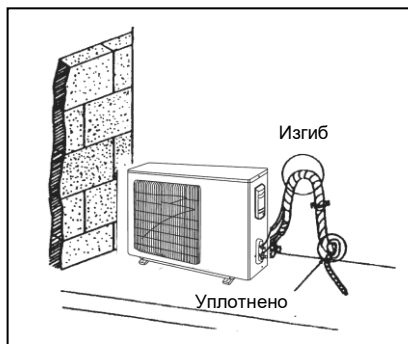

Рис. 16
- (1) Трубы должны быть обернуты лентой снизу вверх.
- (2) Все трубы связываются лентой и должны быть изогнуты, чтобы предотвратить протекание воды в помещение. (См. рис. 16)
- (3) Закрепите все трубы на стене с помощью кронштейнов.